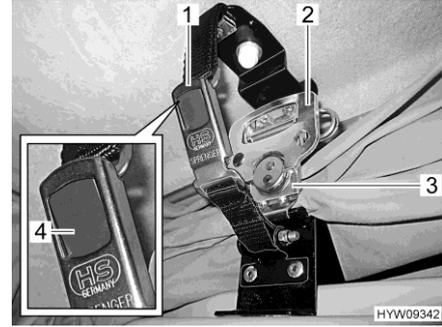

Bild 36 Verriegelung
- Auf beiden Seiten das Schnellspannschloss (Bild 36,3) nach unten ziehen und in Halteplatte einhängen.
- Jeweils Griff (Bild 36,2) am Schnellspannschloss ausklappen und eine halbe Umdrehung im Uhrzeigersinn drehen.
- Jeweils die beiden Teile des Schnappschlusses (Bild 36,1) zusammenstecken. Der graue Druckknopf (Bild 36,4) rastet ein.